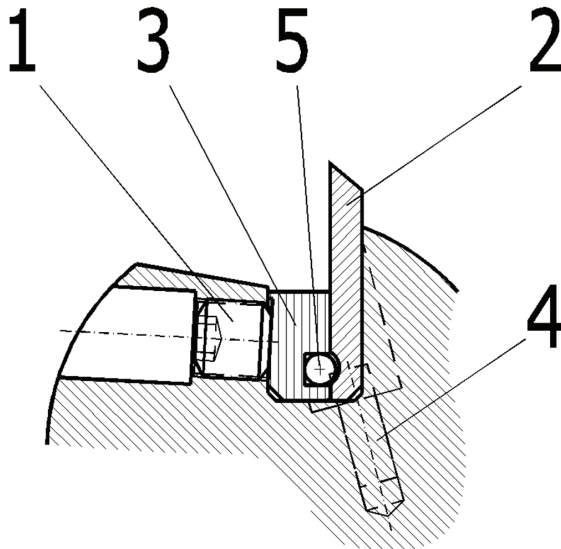

Abb. 1
(s. Abb.1 und 2)
2. Gewindestift (1) mit Sechskantschlüssel nur soweit lösen, dass die Druckbacke (3) mit der Profilschneide (2) aus dem Messersitz vollständig entfernt werden kann.
4. Neue Profilschneide ausserhalb der Messeraufnahme mit der Druckbacke zusammenführen. Darauf achten, dass der Sicherungsstift (5) der Druckbacke in die dafür vorgesehene Aufnahmenute der Profilschneide greift.
5. Die Profilschneide gemeinsam mit der Druckbacke präzise in die Messeraufnahme einsetzen (s. Abb. 1). Darauf achten, dass die Anschlagkante der Schneide im Sitzgrund aufliegt.